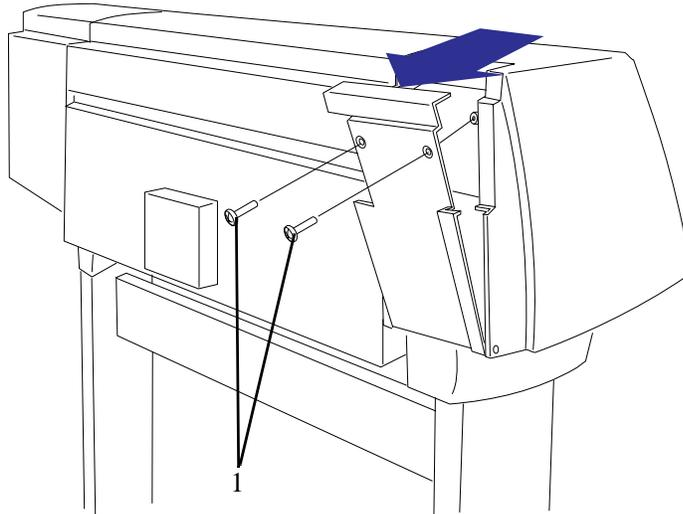
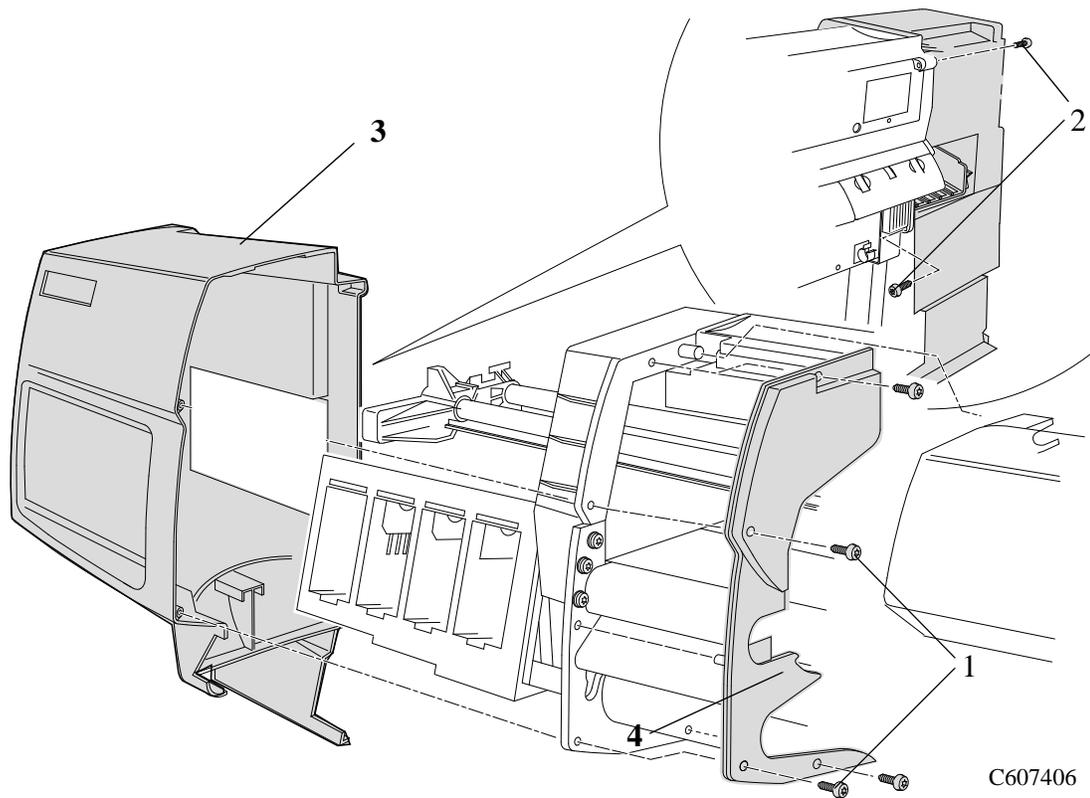

Figura 8: Tampa esquerda
Figura 15: Tampa esquerda
Consulte da Figura 8 à Figura 15.
1. Abra a porta atrás da tampa esquerda removendo os dois parafusos T-15 (item 1) (consulte a Figura 8).
NOTA Nos passos a seguir, consulte a Figura 15.